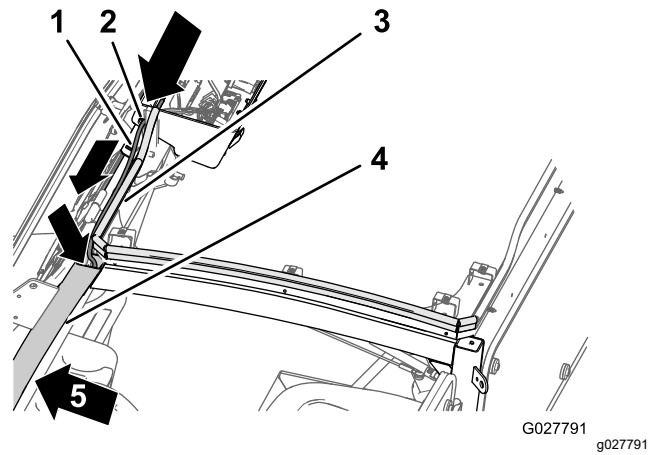
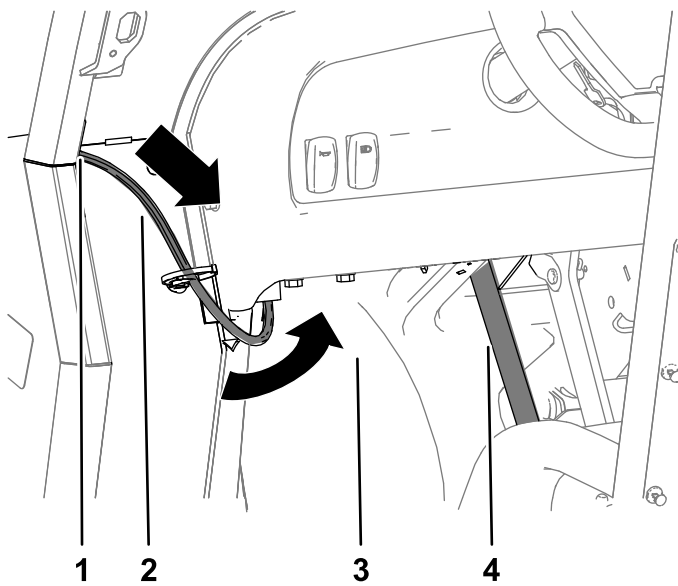
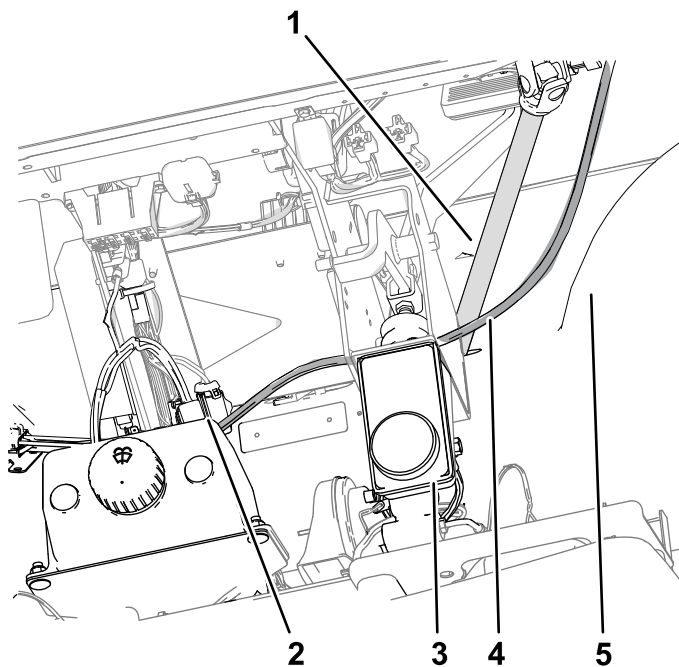

Figure 39
Figure 40
Figure 41
2. Faites passer l'extrémité libre du flexible par l'ouverture au sommet du montant A (côté conducteur) du cadre de la cabine, et faites-le descendre par le trou au fond du montant (Figure 39 et Figure 40).
3. Acheminez l'extrémité libre du flexible vers l'avant, entre l'aile et la colonne de direction (Figure 40 et Figure 41).
1. Acheminez le flexible vers la gauche de la console de pavillon, le long du joint à boudin à l'avant du cadre de la cabine (Figure 39).
4. Acheminez l'extrémité libre du flexible à l'intérieur, vers le réservoir de liquide lave-glace (Figure 41).